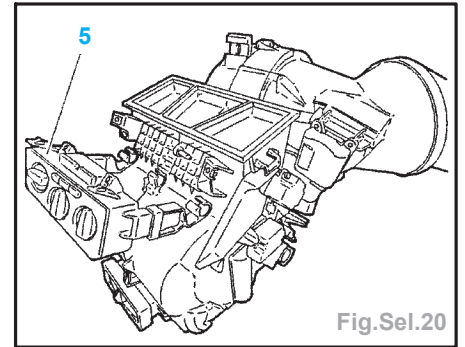

Fig.Sel.20
**Nota :** Laisser reposer le tableau de commande de la climatisation (5) sur le groupe de chauffage (Fig.Sel.20).